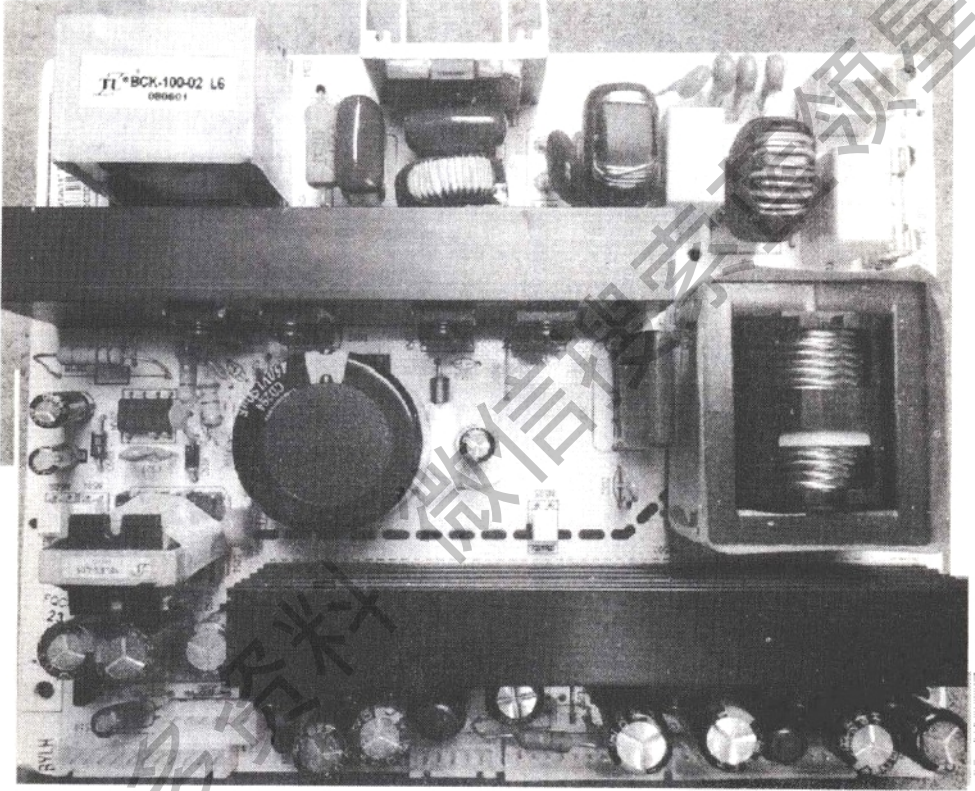

图 7-10 厦华 LC-32HU25 液晶电视电源板
6. 厦华 LC-32HU25 液晶电视电源板 (见图 7-10)